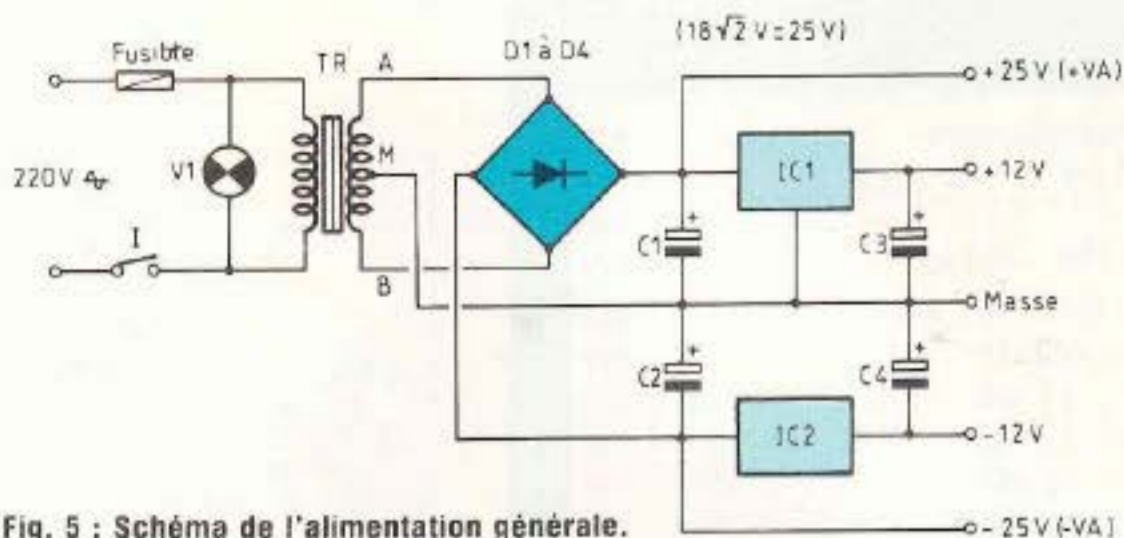

Fig. 5 : Schéma de l'alimentation générale.
- Pour le circuit de puissance, il nous faut $\pm 25 \text{ V}/2 \text{ A}$. Le schéma correspondant est donné en figure 5. Un transformateur de $2 \times 18 \text{ V}/2 \text{ A}$ attaque un pont de Graëtz formé par D1 à